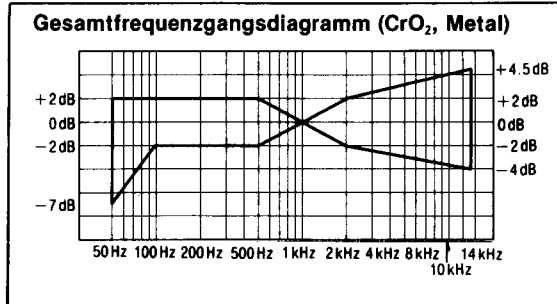

Fig. 14
- Testband QZZCRX einlegen, und Signale von 50Hz, 100Hz, 200Hz, 500Hz, 1kHz, 4kHz, 8kHz, 10kHz, 12,5kHz und 14kHz aufzeichnen; Anschliessend die Signale wiedergeben und prüfen, ob die Kurve innerhalb des Bereichs liegt, der im Gesamtfrequenzgang-Diagramm für das CrO₂ Band dargestellt ist. (Fig. 14.)
- Gerät auf Betriebsart "Metallband" schalten. Testband QZZCRZ einlegen und Signale von 50Hz, 100Hz, 200Hz, 500Hz, 1kHz, 4kHz, 8kHz, 10kHz, 12,5kHz und 14kHz aufnehmen. Anschliessend die Signale wiedergeben und prüfen, ob die Kurve innerhalb des Bereichs im Gesamtfrequenzgangdiagramm für Metallband liegt. (Fig. 14.)